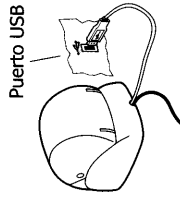

Figura 5
- 3 Cuando se le indique—y estando la impresora encendida—conecte el cable USB a un puerto USB libre en su ordenador. Véase Figura 5.